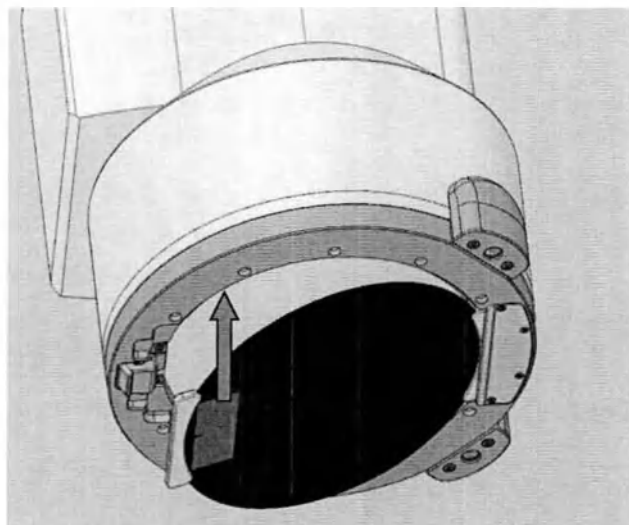

Рисунок 6.9
2. Нажмите другой рукой на фиксатор растра (см. Рисунок 6.9) и доверните растр вверх.
2. Аккуратно выньте растр из-под планки крепления (см. Рисунок 6.9).